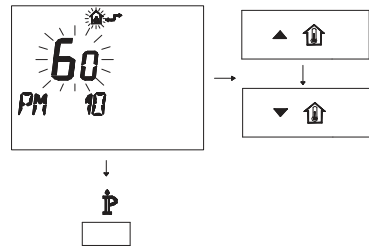

Рисунок 5.50
- Измените заданное значение при помощи кнопки **▲** **↑** или **▼** **↓** и подождите, пока заданная цифра не начнет мигать (Рисунок 5.50).